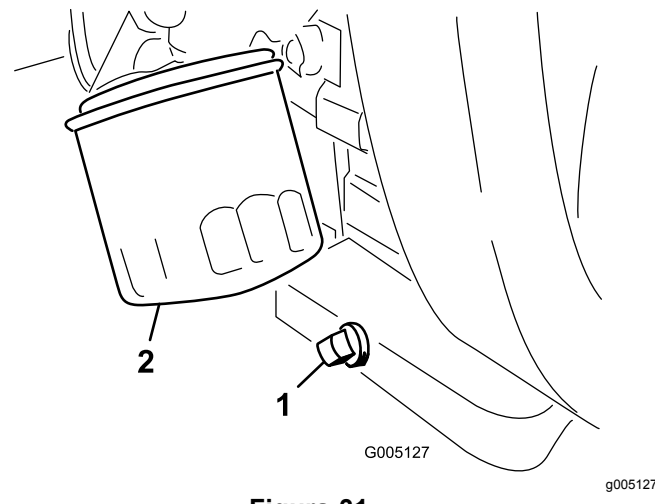

Figura 31
- Limpe os roscados do tampão de escoamento, aplique vedante PTFE e coloque o tampão de escoamento (Figura 31).
- Retire o filtro do óleo (Figura 31).
- Retire o tampão de escoamento (Figura 31) e deixe o óleo escorrer para um recipiente adequado.